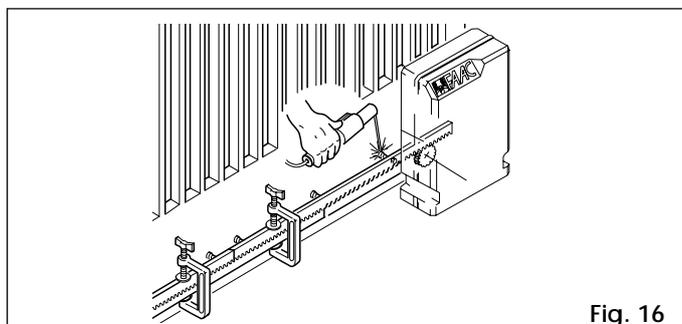

Fig. 16
- 5) Raccorder au dernier élément fixé un autre élément de crémaillère en utilisant une portion de crémaillère comme indiqué Fig.16, afin de respecter le pas.
- 4) Raccorder au dernier élément fixé un autre élément de crémaillère en utilisant une portion de crémaillère comme indiqué Fig.16, afin de respecter le pas.